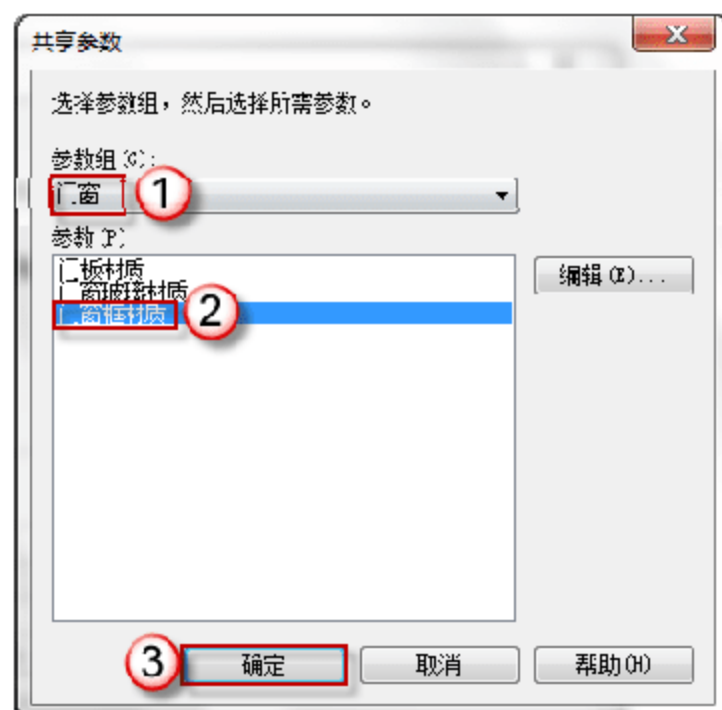

图 6.2.14 添加门窗框材质
(13) 添加 FM1534 乙门框材质。在门框的“属性”面板中，单击“材质和装饰”栏“材质”右侧的空白按钮，弹出“关联族参数”对话框，单击“添加参数 (D)”按钮，弹出“参数属性”对话框。选中“共享参数”单选按钮，单击“确定”按钮，弹出“共享参数”对话框，在“参数组 (G)”中选择“门窗”选项，在“参数 (P)”中选择“门窗框材质”选项，单击“确定”按钮，如图 6.2.14 所示。